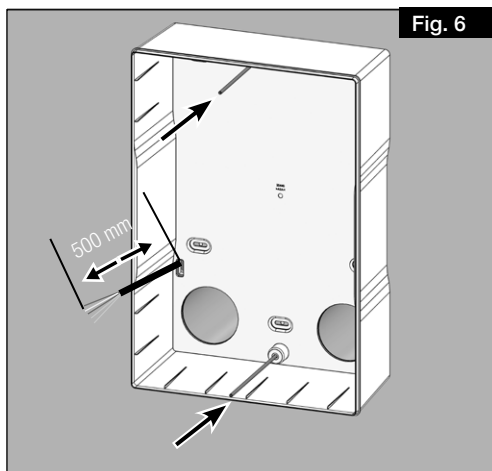

Fig. 6
La conduite de raccordement doit dépasser de 500 mm du côté intérieur du mur (voir Fig. 6)! La longueur exacte du câble doit être ajustée lors du montage de l'appareil..
1. Visser deux tiges filetées dans le boîtier apparent (voir Fig. 6).